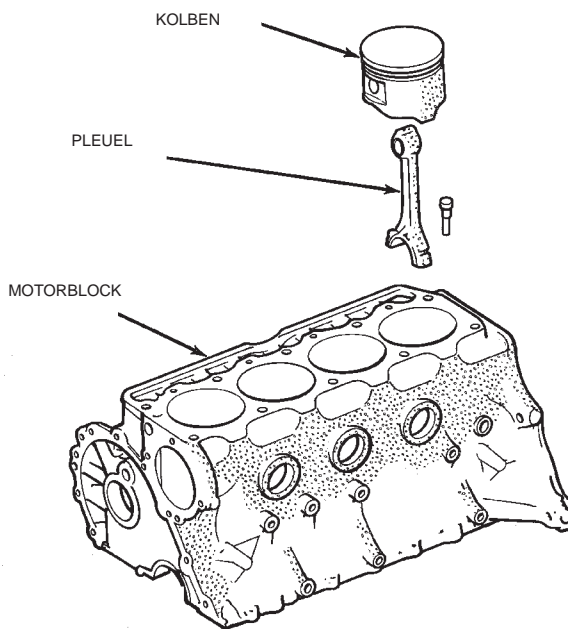

Abb. 64 Ausbau der Pleuelstangen mit Kolben
(11) Kolben/Pleuelstangen nach oben durch die Zylinderbohrungen ausbauen (Abb. 64).